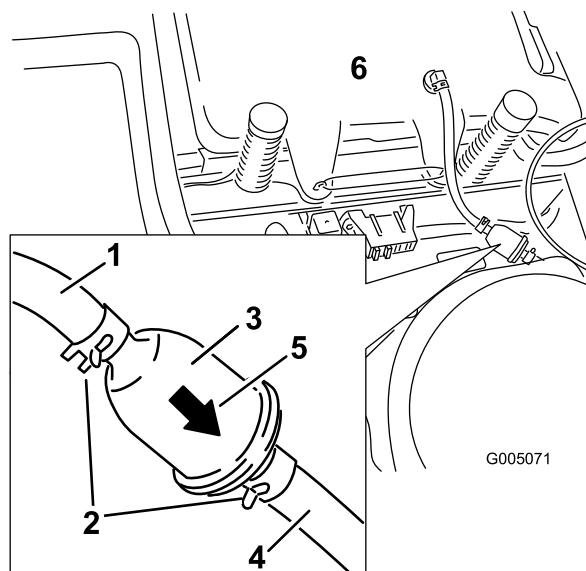

Figure 38
4. Pincez les extrémités des colliers et faites glisser ceux-ci pour les éloigner du filtre (Figure 38).
6. Montez un filtre neuf en veillant à pointer la flèche indiquant le sens d'écoulement vers le moteur. Rapprochez les colliers de flexibles du filtre (Figure 38) pour le fixer en place.